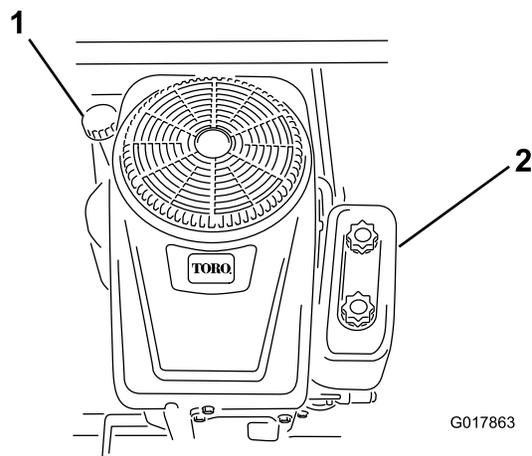

Figure 29
4. Nettoyez la surface autour de la jauge d'huile (Figure 29) pour éviter que des impuretés ne s'introduisent dans le goulot de remplissage, ce qui risquerait d'endommager le moteur.
6. Versez lentement environ 80 % de la quantité d'huile spécifiée dans l'orifice de remplissage (Figure 29). Vérifiez le niveau d'huile (voir Contrôle du niveau d'huile).